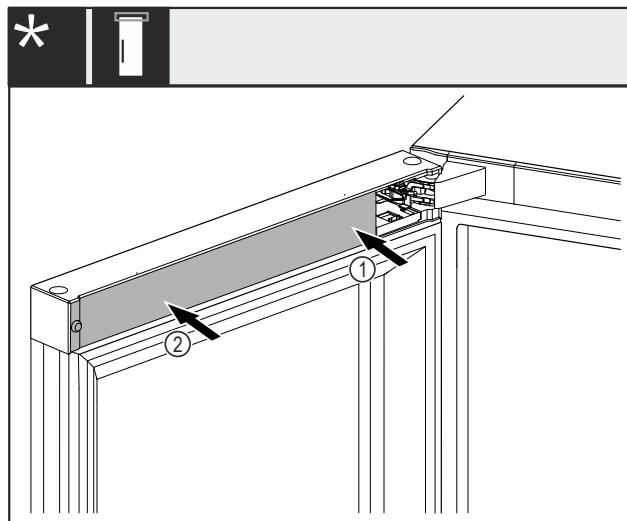

Fig. 50 *
- Abdeckung Fig. 50 (1) zuerst an der Lagerbockseite aufsetzen und einrasten.*
- Abdeckung Fig. 50 (2) an der Aussenseite aufsetzen und einrasten.*